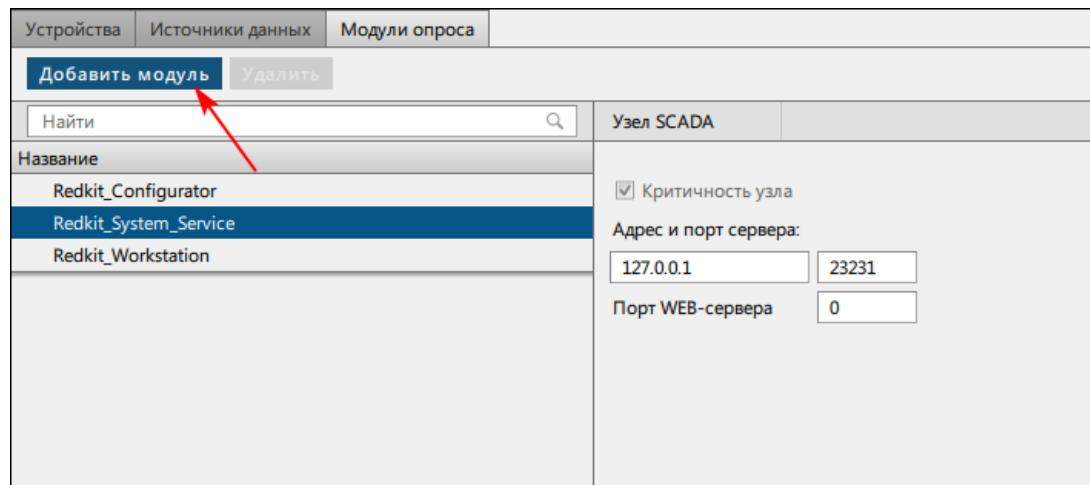

Рисунок 206 - Добавить модуль
13. На вкладке **Модули опроса** у сервисного узла(ов) (*Redkit\_System\_Service* или *Redkit\_Master* и *Redkit\_Slave*, в зависимости от типа конфигурации) нажмите **Добавить модуль** (Рисунок 206).